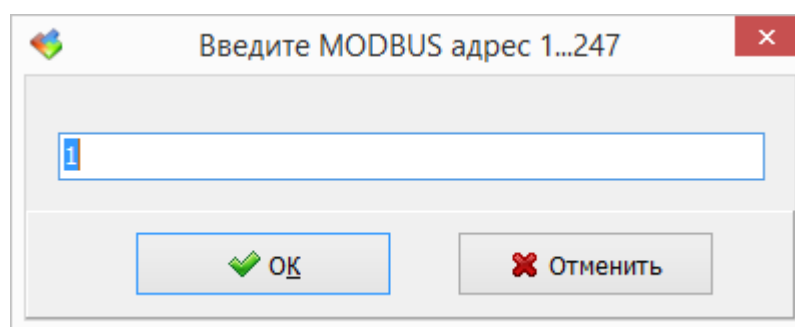

Рисунок 14 – Ввод адреса модуля расширения
11.10 Для подключения в программе «RASOS» к модулю расширения необходимо правильно задать параметры интерфейса RS-485. В меню «Настройка» выбрать пункт «Адрес модуля» и ввести адрес, который прописан в модуле расширения (рисунок 14).